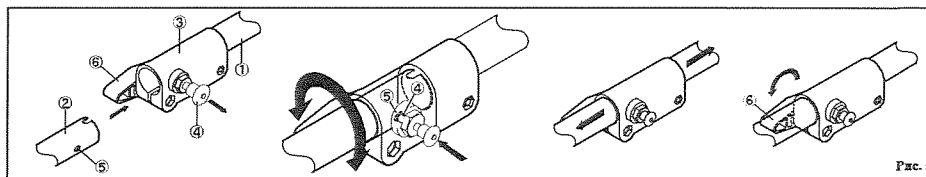

Рис. 5
3. Подсоединение вала (Рис. 5)
- ① Вал (со стороны двигателя)
- ② Вал (со стороны редуктора)
- ③ Соединительный вал
- ④ Штифт
- ⑤ Отверстие штифта
- ⑥ Кнопка